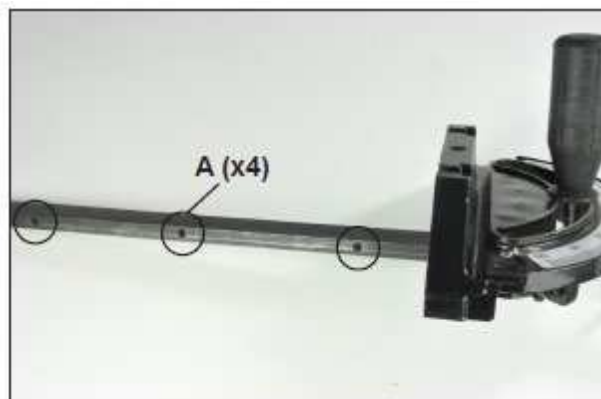

Рис. 29
1. С помощью комбинированного угольника проверить установку пильного диска под  $90^\circ$  к поверхности стола, см. рис. 29 в разд. **РЕГУЛИРОВКА ОГРАНИЧИТЕЛЕЙ УГЛА НАКЛОНА ПИЛЬНОГО ДИСКА.**
**ПРИМЕЧАНИЕ:** если направляющая будет свободна в пазу, произвести регулировку четырьмя винтами с шестигранным шлицем, расположенными сбоку направляющей (рис. 29, А), так чтобы уплотнить посадку в пазу.